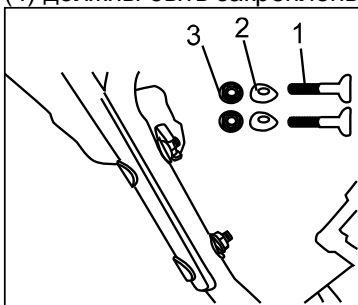

Рис.16
1. Сборка рукояток. Закрепить правую рукоятку 2 листовидными болтами М8Х40 (1), 2 шайбами (2) и 2 гайками (3) (Рис.16). Закрепить левую рукоятку 2 листовидными болтами М8Х40, 2 шайбами, 2